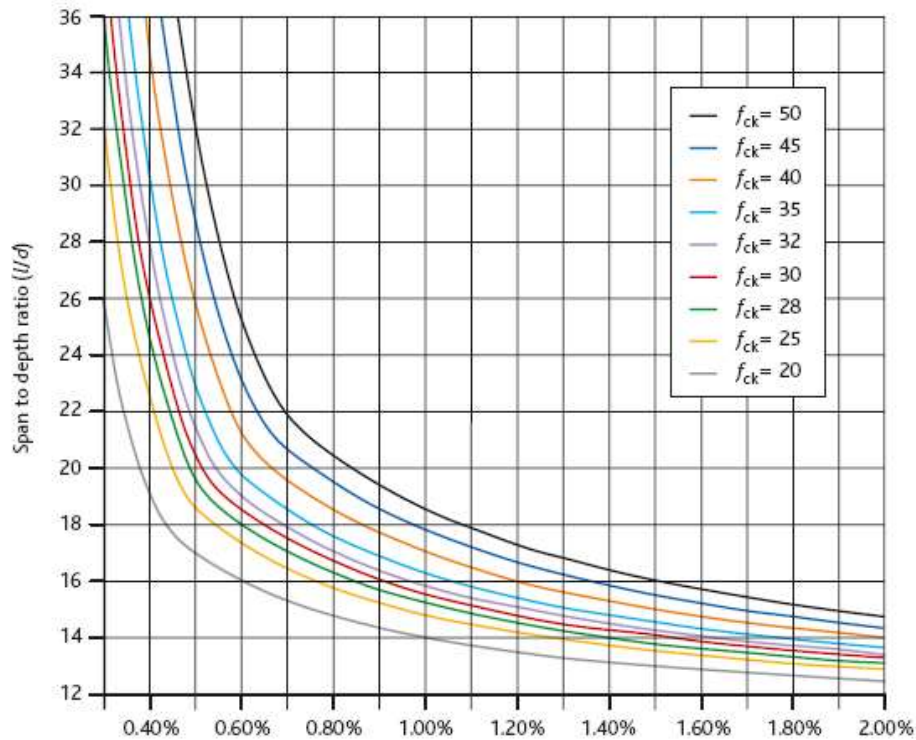

Figura 2.6.1. Valores  $l/d$  que dependen de  $\rho$  y  $f_{ck}$ .
-Obtener el valor  $l/d$  de la figura 2.6.1 a partir de  $\rho$  y  $f_{ck}$ .